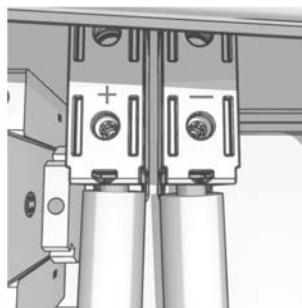

Figure 2.27 : Raccordement à l'entrée DC
2. Raccordez les câbles DC du boîtier de raccordement pour le générateur photovoltaïque à l'onduleur. Assurez-vous que la polarité est correcte, voir figure 2.27.